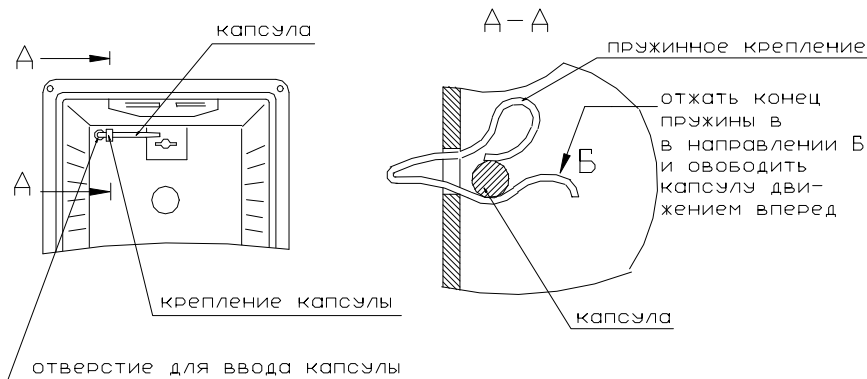

Рис.15.
- в) при установке капсулы (термобаллона) крана -термостата необходимо руководствоваться рис. 15.